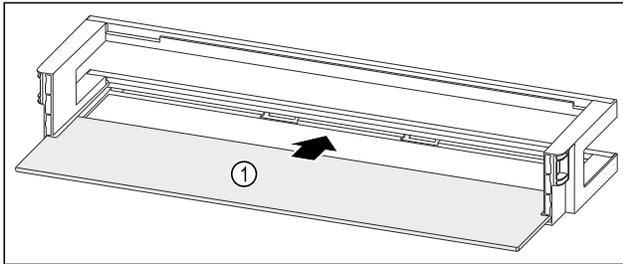

Fig. 82 Türabsteller mit Abstellfläche
- ▶ Abstellfläche Fig. 82 (1) in die seitlichen Einsparungen einschieben.